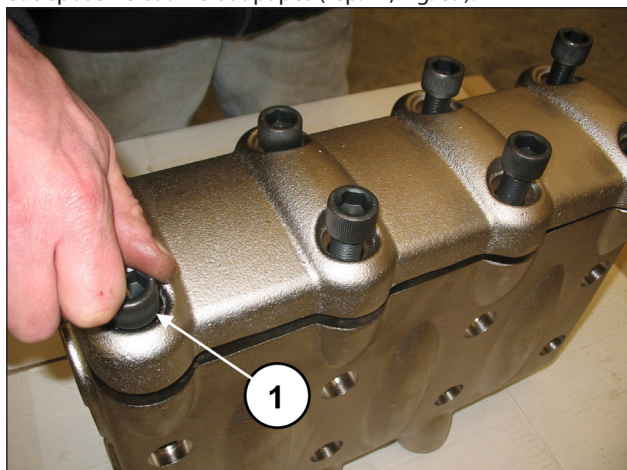
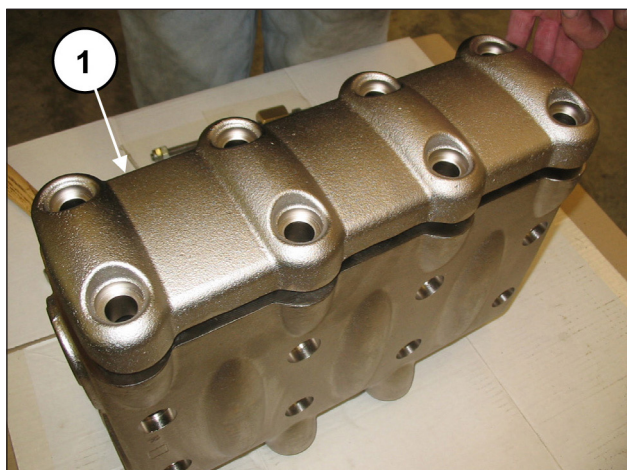

Fig. 88
Fig. 89
Dévisser les 8 vis M16x55 du couvre-soupapes (rep. ①, Fig. 88) et déposer le couvre-soupapes (rep. ①, Fig. 89).